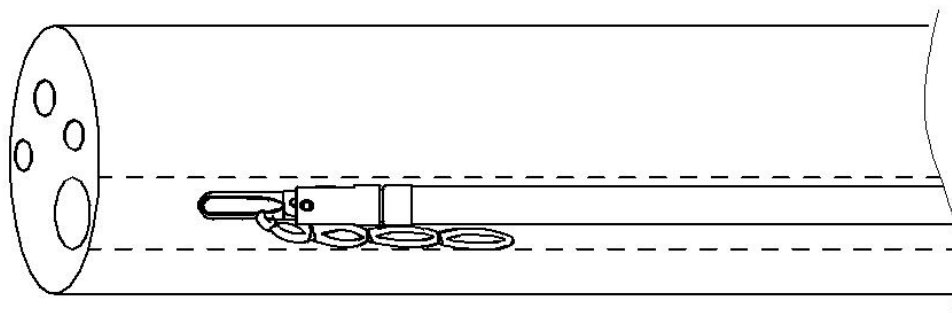

Fig.3
1. Abra o saco e remova o invólucro deslizante da parte distal do grampo para expor o grampo com o anel elástico pré-carregado. Insira cuidadosamente o dispositivo no canal do endoscópio, assegurando-se de que o grampo está na posição fechada (Fig.3).